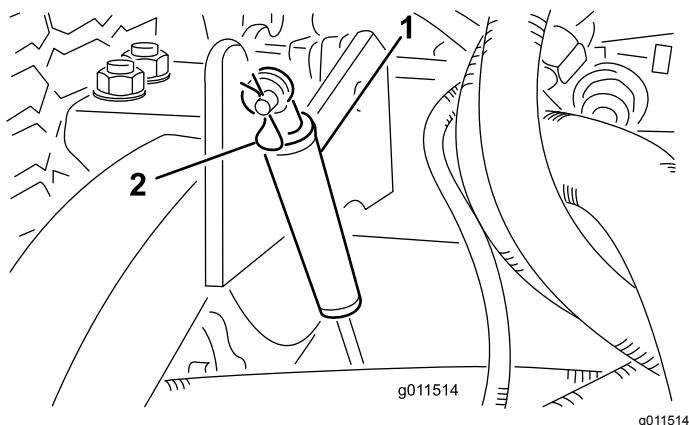

Figura 120
2. Togliete la coppiglia che fissa gli ammortizzatori ai bracci di sollevamento (Figura 120).